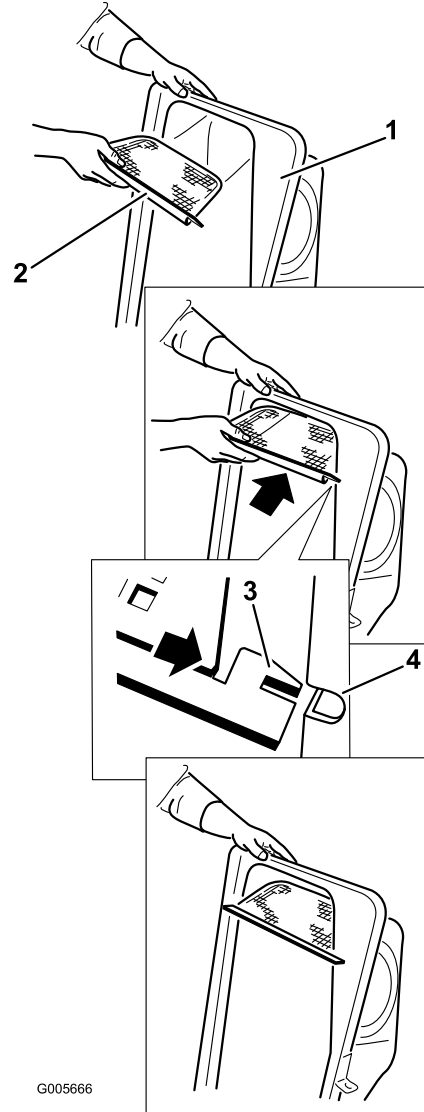

Figura 26
2. Montate la griglia come illustrato nella Figura 26 e verificate che sia inclinata verso i cestini di raccolta.